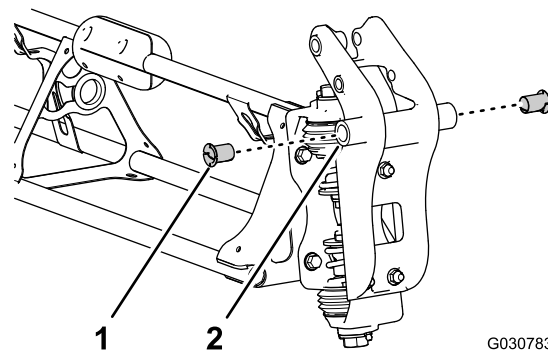

Figure 120
2. Insérez des bagues à embase en nylon dans le trou de 31,8 mm de chaque côté de la fixation de pivot (Figure 120).